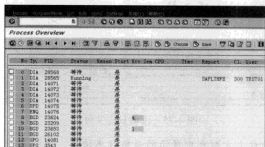

图 4-77 系统进程清单
STEP 1 在命令栏中输入 SM50 命令，进入“进程清单”界面，如图 4-77 所示。